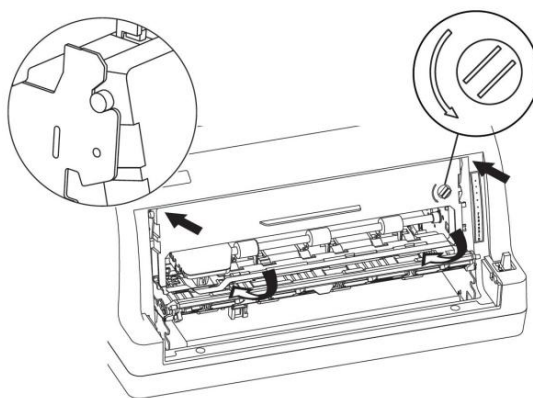
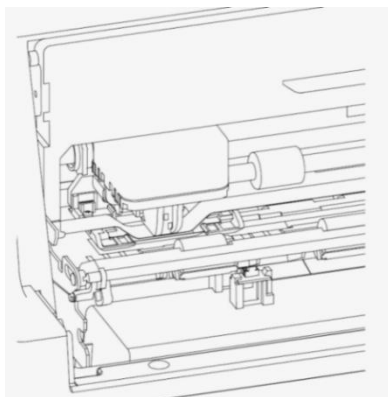

图 4
图 5
- 4) 取出盒式色带, 如图 4 所示逆时针转动色带旋钮, 将色带拧紧。将色带上部固定点按箭头方向插入机架中, 然后按图中下部箭头方向转动盒式色带上部直至完全进入机架。最后旋转色带旋钮数圈直至色带完全进入打印头下方, 安装好的色带如图 5 所示。